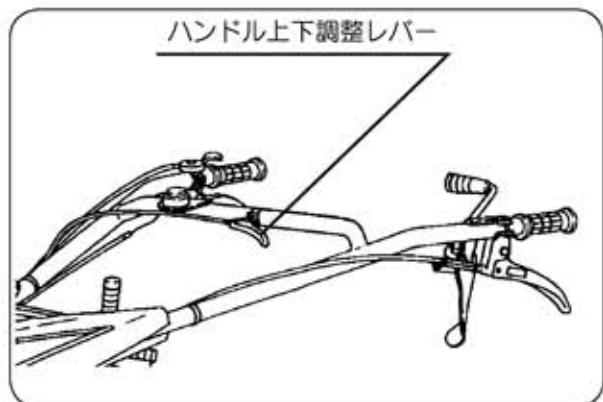

図25
- ①ハンドル上下調節レバーを握りますとハンドルの高さを調整できます。作業及び身長に合った位置で使用ください。（図25）